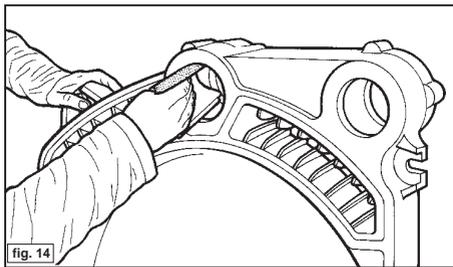

fig. 14
- 2 (Fig. 14) Preßnippelsitze mit Fettlösemittel auswaschen. den Preßnippelsitz des hinteren Endgliedes sorgfältig mit feinem Schmirgelpapier abreiben, dann auch alle anderen Kesselblockglieder, um eventuellen Rost zu entfernen, sorgfältig abschmirgeln.